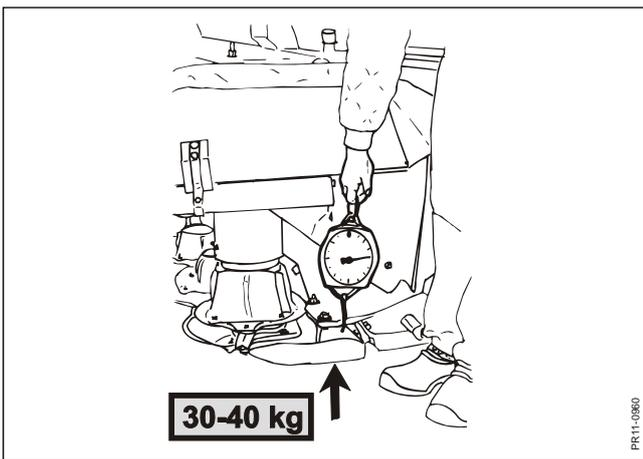

Fig. 3-13
- Fig. 3-13** Les ressorts peuvent être réglés pour pouvoir obtenir une barre de coupe flottante. Tendre les ressorts pour obtenir une force d'environ **30-40 kg de**